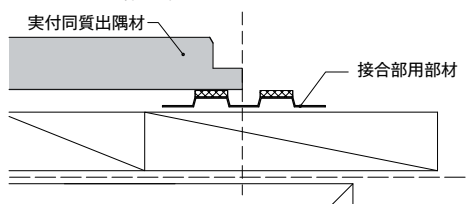

図1 実付同質出隅材の実端部
- ▶ 接合部用部材を、実付同質出隅の実端部が中心になるように配置する。(図1参照)
- ▶ 接合部用部材を、同質出隅の小口が中心になるように配置する。(図1参照)